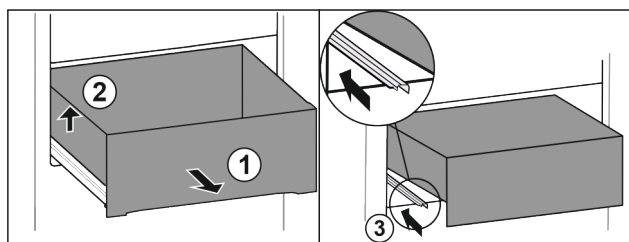

Fig. 77
- ▶ Lade tot de aanslag eruit trekken. Fig. 77 (1)
- ▶ Lade links optillen. Fig. 77 (2)
- ▶ Linker rail erin schuiven. Fig. 77 (3)